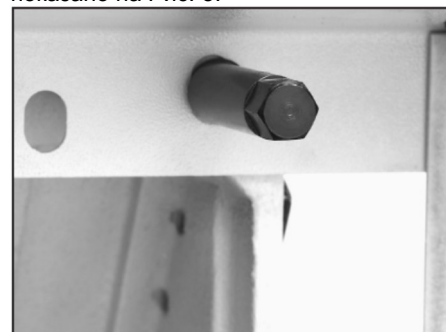

Рис. 5 Крепежные болты
3. Используйте крепежные болты и плоские шайбы, чтобы закрепить фуговальный узел на станде, как показано на Рис. 5.